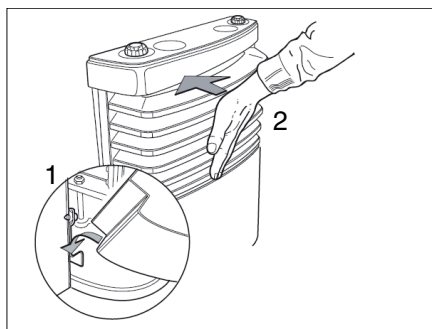

Fig. 106 Applicazione della copertura del riscaldamento
- Montare la copertura del riscaldamento agganciandola nei supporti inferiori (Fig. 106,1).
- Richiudere la copertura facendo innestare la leva di bloccaggio con uno scatto udibile (Fig. 106,2).